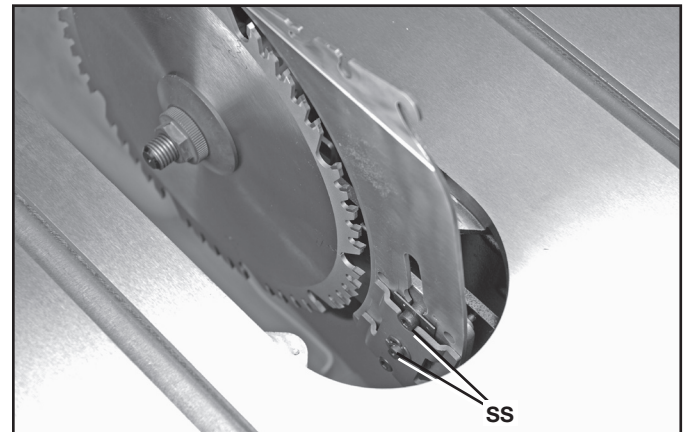

FIG. 35
7. Ajuste ligeramente los dos tornillos de casquete con cabeza hueca (SS), Fig. 35.
11. Ajuste bien los dos tornillos de casquete con cabeza hueca (SS), Fig. 35.